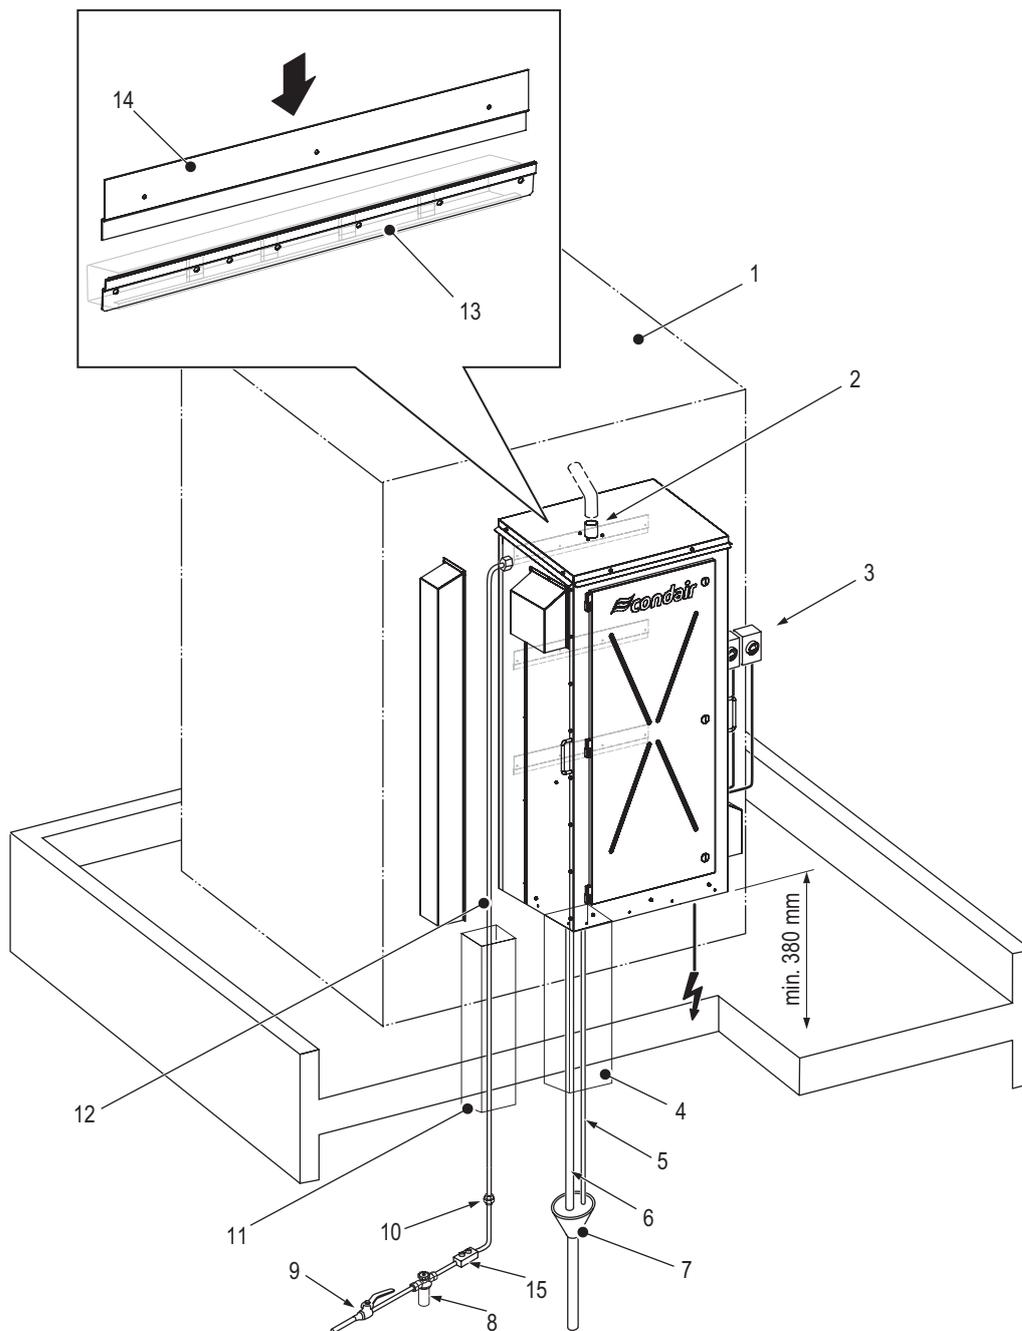

Fig. 5: Installazione tipica sull'unità di ventilazione (in figura è rappresentato l'apparecchio di medie dimensioni)
- direttamente su una superficie verticale opportunamente rinforzata dell'unità di ventilazione, vedere Fig. 5 nel Capitolo 5.2.1.
- Nota 3:** Assicurarsi che l'imbutto di scarico aperto si trovi all'interno dell'edificio (soluzione consigliata), come rappresentato in Fig. 5, e sia collegato ad uno scarico separato (soluzione consigliata) 30 L/min per ogni cilindro del vapore per un'unità EL-OC e per un'unità RS-OC. Il tubo di scarico in uscita dall'imbutto deve presentare un diametro interno di almeno 40 mm. I tubi di scarico che entrano nell'imbutto non devono toccare i lati o il fondo dell'imbutto stesso. In caso di unità di grandi dimensioni, per le linee di scarico, per ogni cilindro devono essere utilizzati imbuti di scarico separati.